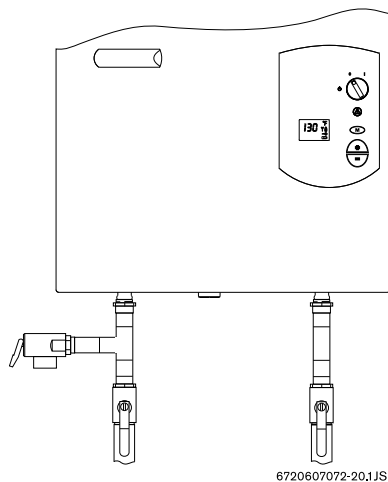

Fig. 26 Conexiones de agua y válvula limitadora de presión
El calentador no funcionará si se intercambian sus conexiones de agua fría y caliente. Asegúrese de que no hay partículas sueltas ni suciedad en las tuberías. Limpie las tuberías mediante soplado o enjuáguelas antes de conectar el calentador de agua. Tanto en el conducto de suministro de agua fría como en el conducto de salida de agua caliente, deben instalarse válvulas con conexiones completas a fin de facilitar el servicio técnico del calentador (véase Fig. 26). Para la instalación en un pozo privado con depósito de presión, el ajuste mínimo recomendado para el margen de presión es de 30-50 psi (2.07 y 3.45 bar).
La VLP debe estar ubicada en un lugar accesible con el fin de facilitar las tareas de servicio técnico o recambio, y se debe montar lo más cerca posible del calentador de agua. Véase Fig. 26. Para instalar la VLP se puede soldar al conducto de agua caliente un adaptador apropiado conectado a la extensión de un adaptador en "T".
- ▶ **2.** Debe cerrar la válvula de gas colocando el interruptor On/Off en la posición **(0)**. Espere cinco (5) minutos a que desaparezca el gas. Si huele a gas **DETÉNGASE** inmediatamente. Siga las indicaciones de seguridad que figuran más arriba en "B". Si no huele a gas, proceda con el punto siguiente.
NOTA: en la primera instalación o después de realizar trabajos en el conducto de gas, la presencia de aire en dicho conducto retardará el encendido si está abierta el agua caliente. Esto producirá un error (EA) en el display de unidades. Se trata de algo normal. Cuando esto suceda, deje abierta el agua caliente y espere entre 3 y 5 segundos. A continuación, restablezca los ajustes iniciales de la unidad (Fig. 26, pos. 2). Espere hasta que desaparezca la indicación (EA). El calentador intentará de nuevo efectuar el encendido, si la indicación (EA) reaparece, repita este mismo proceso hasta que se haya purgado todo el aire del conducto de gas.